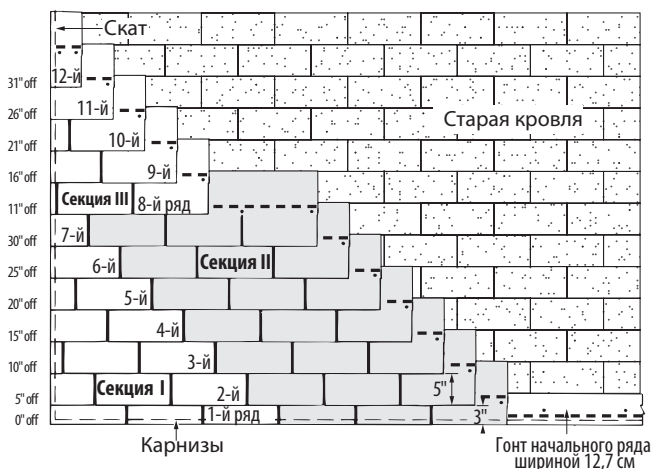

Рис. 10-21. Двенадцать вверх, на пять обрезка, встык.
**1-й ряд:** Первый ряд укладывается из полосовых гонтов размером 25,4 x 91,4 см, изготовленные путём обрезки язычков стандартных гонтов в нижней части на 5 см. Расположите верхний край полосовых гонтов таким образом, чтобы он соединился встык с язычками гонтов старого третьего ряда (Рис. 10-21).
1. В начале второго ряда отрежьте 12,7 см от левого края гонта и расположите его верхний край встык с кромкой гонта в старом четвертом ряду (Рис. 10-21).
1. В начале восьмого ряда отрежьте 27,9 см от левого края гонта и уложите оставшийся кусок шириной 63,5 см на гонт седьмого ряда, выровняв его по левому краю седьмого ряда (Рис. 10-21).